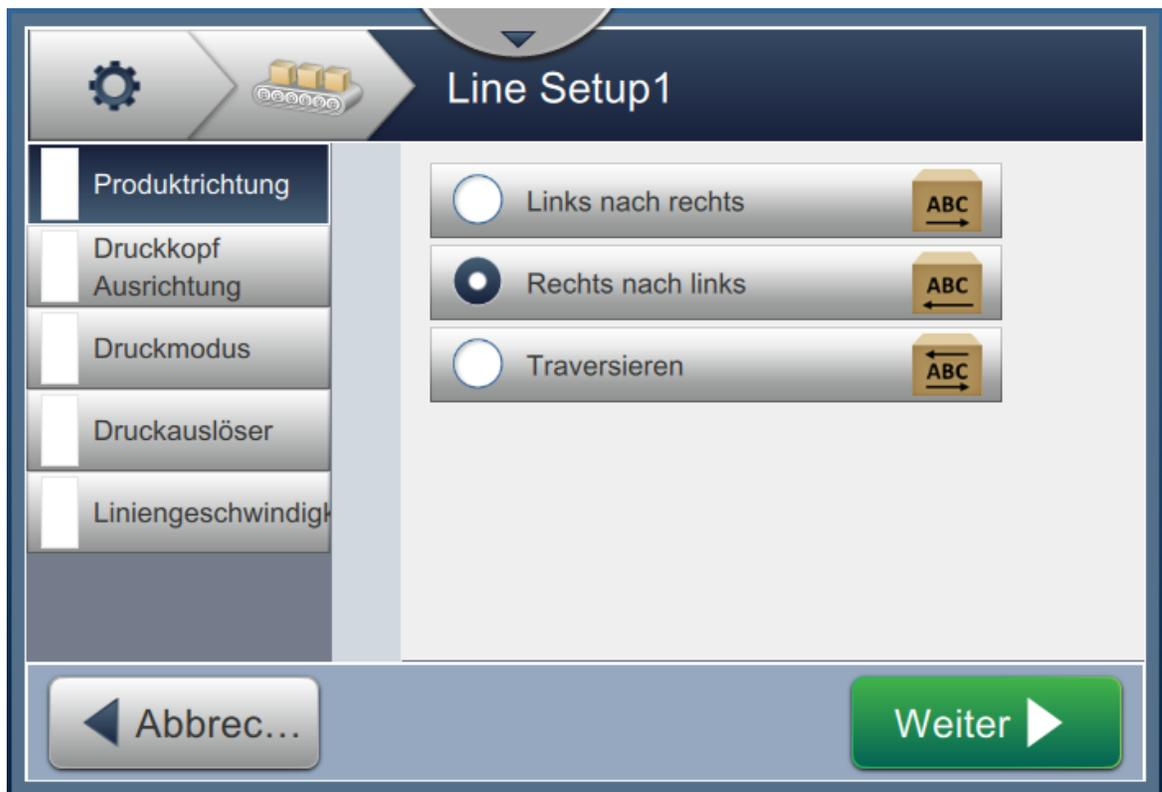

Abbildung 6-27: Einstellungen für die Linieneinrichtung
- Um die Linieneinrichtung zu konfigurieren, befolgen Sie die Schritte, um die Einstellungen schrittweise nacheinander durchzugehen und die gewünschte Option auszuwählen, wie dargestellt in Abbildung 6-27.
- Berühren Sie die Option *Produkttrichtung* auf dem Bildschirm für die Einstellungen zur Linieneinrichtung, wie dargestellt in Abbildung 6-27.